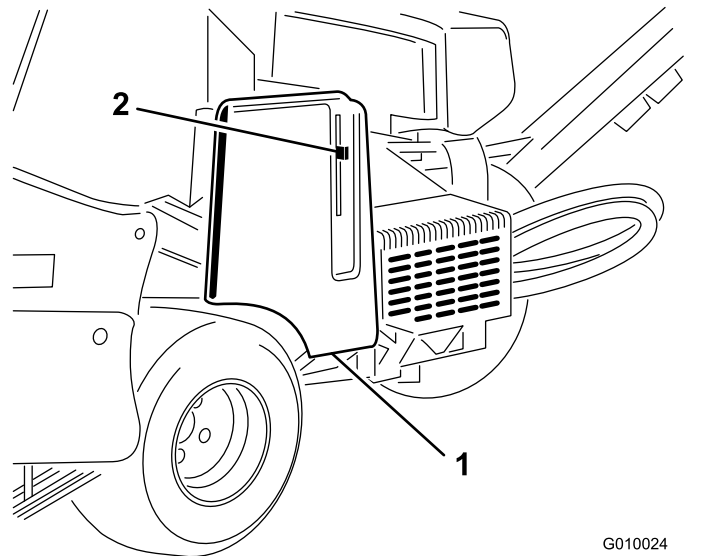
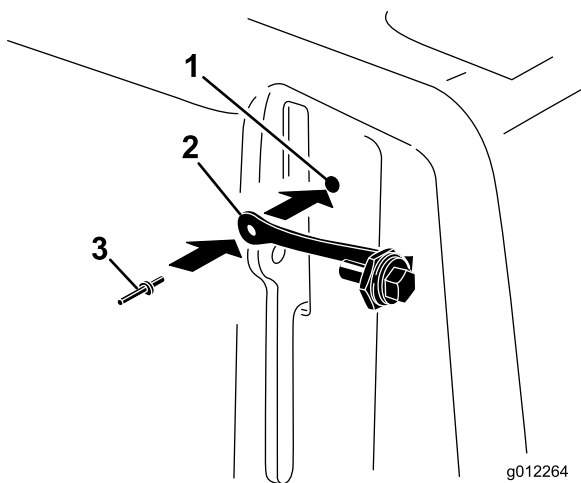

Figura 6
Figura 7
1. Localice el taladro de la cubierta de la correa, junto a la palanca de enganche (Figura 6 y Figura 7).
2. Usando el taladro de la cubierta de la correa, instale el conjunto de la trabilla con un remache ciego (Figura 7).